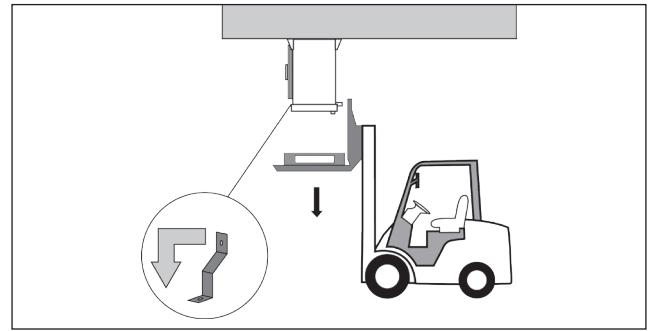

Рис. 9.4
4. Демонтируйте транспортный поддон и транспортные опоры воздухоохладителя (Рис. 9.4).